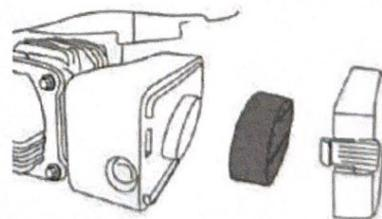

Рис. 25
- Извлеките фильтр из корпуса и постучите им по твердой поверхности, чтобы удалить пыль (рис. 25).